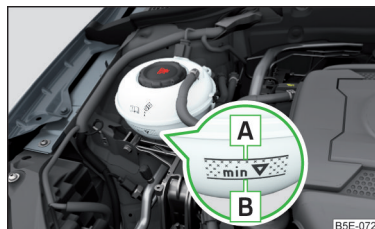

Abb. 324
Kühlmittelstand prüfen - der Kühlmittelstand muss zwischen den Markierungen **A** und **B** liegen » **Abb. 324**. Liegt der Kühlmittelstand unterhalb der Markierung **B**, das Kühlmittel nachfüllen.
Die **Spezifikation** des Kühlmittels ist auf dem Kühlmittelausgleichsbehälter aufgeführt » **Abb. 324**.
- Das Kühlmittel nicht über die Markierung **A** auffüllen » Abb. 324. Das Kühlmittel könnte bei Erwärmung aus dem Kühlsystem gedrückt werden - es besteht die Gefahr einer Beschädigung der Motorraumteile.